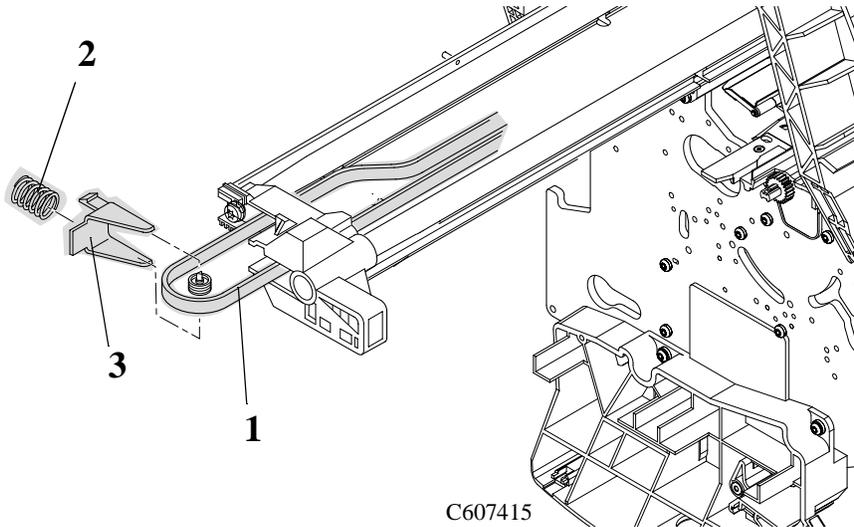

Figura 44: “Carriage Assembly” y “Belt”
9. Para liberar la tensión en el “belt” (item 1) del lado izquierdo de la Impresora, apriete el “spring” (item 2) utilizando el “tensioner wedge clip” (item 3), hasta que oiga un “click” estará en su lugar (consulte la Figura 44).